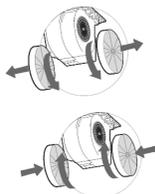

рис. 7А
6.3 В зависимости от режима эксплуатации вытяжки соедините вентилятор с вентиляционной решеткой воздухопроводом (рис. 7) или установите на вентилятор угольные фильтры. Угольные фильтры устанавливаются на защитные решетки корпуса вентилятора (рис. 7 А).